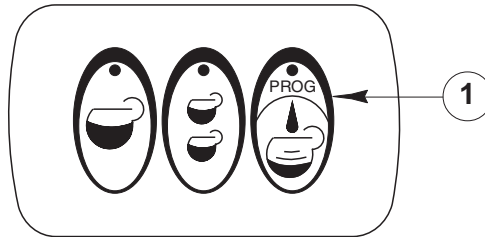

Fig. 2
- 4) Agire sulla tastiera erogazione (fig. 2) caffè premendo uno dei tasti, in funzione della dose desiderata.
La macchina è predisposta per l'erogazione continua: premere il tasto "PROG" (fig. 2; pos. 1) per avviare l'erogazione, premerlo di nuovo per arrestare l'erogazione.
Per la programmazione di ogni singola dose si procede così: tenere premuto per circa 5 secondi il tasto programmazione dose continua "PROG" (fig. 2; pos. 1) fino a quando il led lampeggia.
Premere più volte il tasto "PROG" (fig. 2; pos. 1) per la versione BZ02 DE.